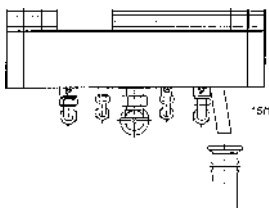

Рис. 11
- Трубу слива (15/1) ввинтить в предохранительный клапан, рис. 11.